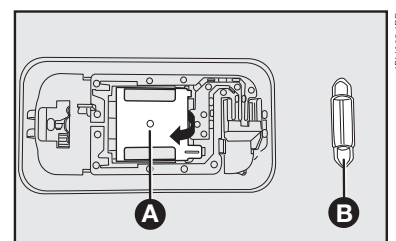

fig. 42
- Abrir a tampa **A**-fig. 42, com auxílio de uma chave de fenda, no sentido indicado pela seta.
- Retirar a lâmpada **B**-fig. 42 e substituí-la.